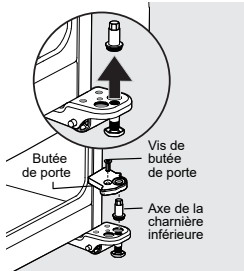

figure 5
11. Dévissez l'axe de la charnière inférieure de sa position à droite à l'aide d'une clé à molette (voir figure 5).